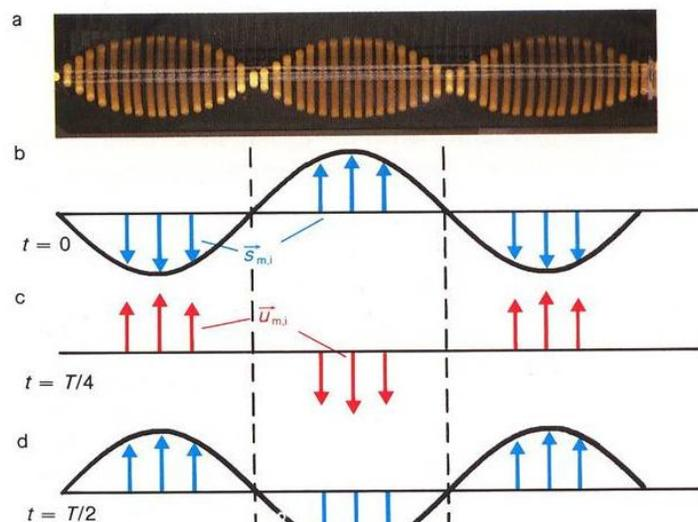

Рис. 1.
1. Стоячая волна – периодическое изменение амплитуды колебаний вдоль направления распространения, вызванное сложением падающей и отраженной волн (рис. 1, стоячая волна в разные моменты времени).